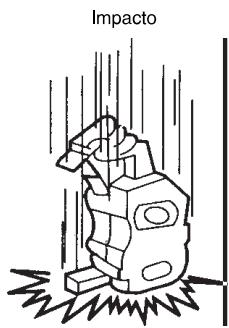

Fig. 2
- b) A unidade nunca deve ser submetida a pressões externas ou impactos (Fig. 2).